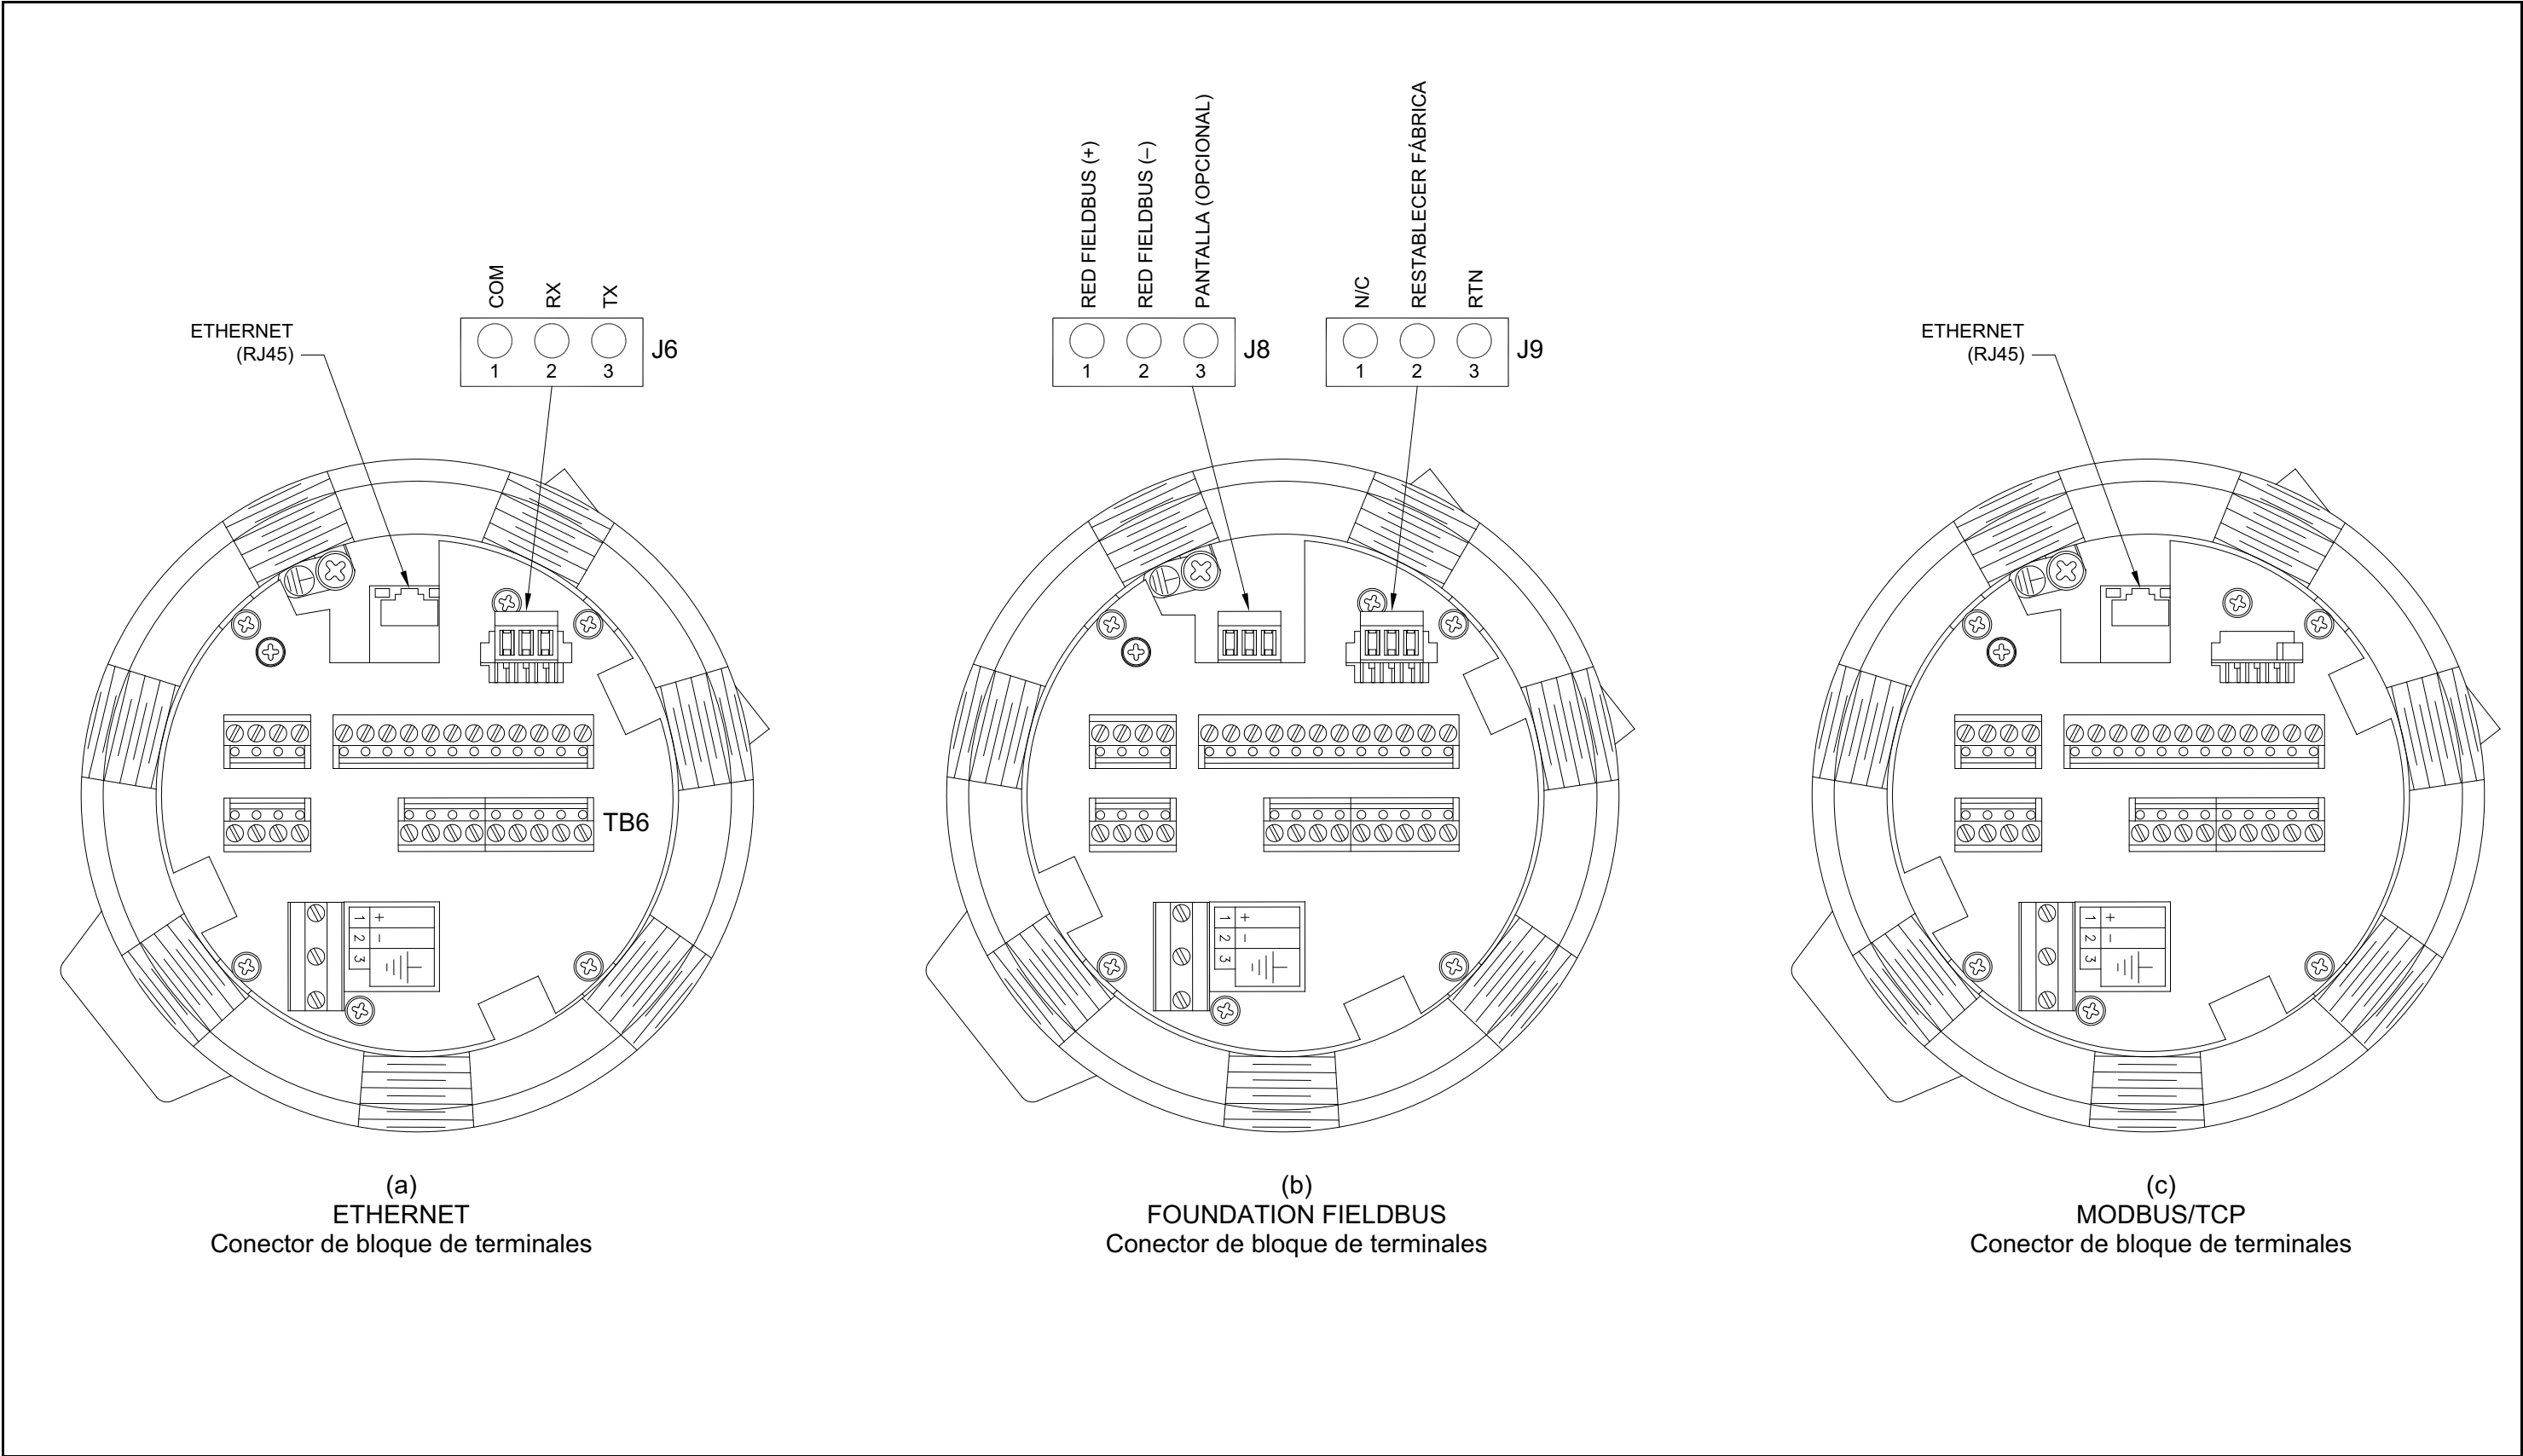

Figura 11: Conexiones del bloque de terminales - Ethernet, Foundation Fieldbus y MODBUS/TCP
Los clientes también pueden utilizar un XGF868i modificado que proporciona una interfaz MODBUS/TCP para comunicarse con una red interna. Una tarjeta MODBUS/TCP opcional con una dirección MAC (IP) única (instalada únicamente en la ranura 2) incluye un conector RJ45. Para conectar el XGF868i con MODBUS/TCP a la red, inserte la clavija de un cable RJ45 en el conector RJ45, tienda el cable a través de uno de los orificios del conducto utilizando una abrazadera adecuada y conecte el otro extremo del cable a la red Ethernet según las instrucciones del fabricante (consulte la *Figura 11 en la página 25*).
Un XGF868i modificado puede utilizar la interfaz Ethernet para comunicarse con una red de área local. Una tarjeta Ethernet opcional con una dirección MAC (IP) única (instalada únicamente en la ranura 2) incluye un conector RJ45. Para conectar el XGF868i con Ethernet a la red, inserte la clavija de un cable RJ45 en el conector RJ45, tienda el cable a través de uno de los orificios del conducto utilizando una abrazadera adecuada y conecte el otro extremo del cable a la red Ethernet según las instrucciones del fabricante. Se necesita una conexión externa entre la tarjeta opcional Ethernet y el conector RS232 del XGF868i, como se muestra en la *Tabla 4* y la *Figura 11* en la *página 25*.
Para conectar la interfaz Foundation Fieldbus al XGF868i, establezca las conexiones de red en J8, patas 1 y 2, como se muestra en el diagrama Y de la *Figura 11* en la *página 25*. Alternativamente, puede conectar un blindaje a la patilla 3 de JB, dependiendo del cableado de la red.